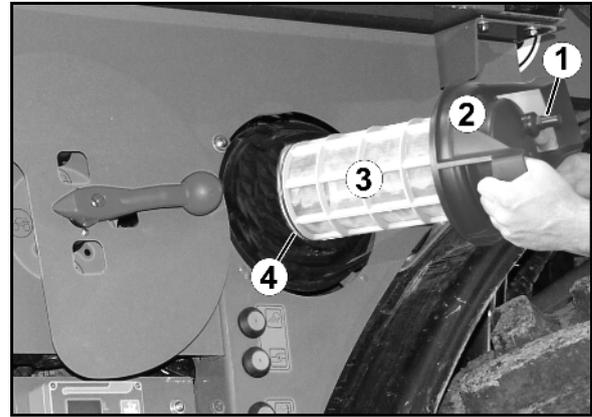

Fig. 126
Reinigen Sie den Saugfilter (Fig. 126) täglich nach dem Reinigen der Feldspritze.
1. Deckel des Saugfilters lösen (Fig. 126/2).
2. Deckel mit Saugfilter (Fig. 126/3) abnehmen und mit Wasser reinigen.
7. Deckel des Saugfilters lösen (Fig. 126/2).
8. Entlastungsventil am Saugfilter betätigen (Fig. 126/1).
9. Deckel mit Saugfilter (Fig. 126/3) abnehmen und mit Wasser reinigen.
- Fetten Sie den O-Ring unten am Saugfilter (Fig. 126/4).